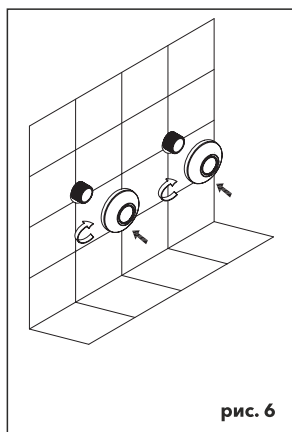

рис. 6
4. Установите на эксцентрики декоративные отражатели (Рисунок 6).